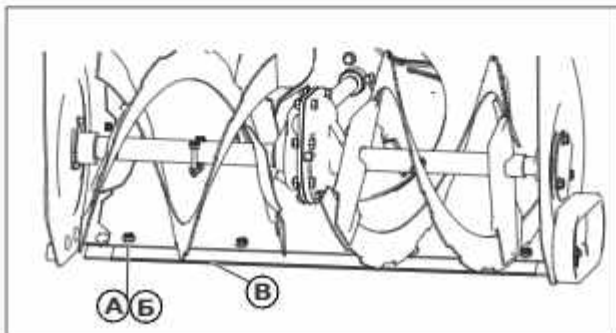

Рис. 44
2. Ослабьте фиксирующие гайки (рис. 44, поз. А) и болты (рис. 44, поз. Б) и снимите скребок (рис. 44, поз. В).